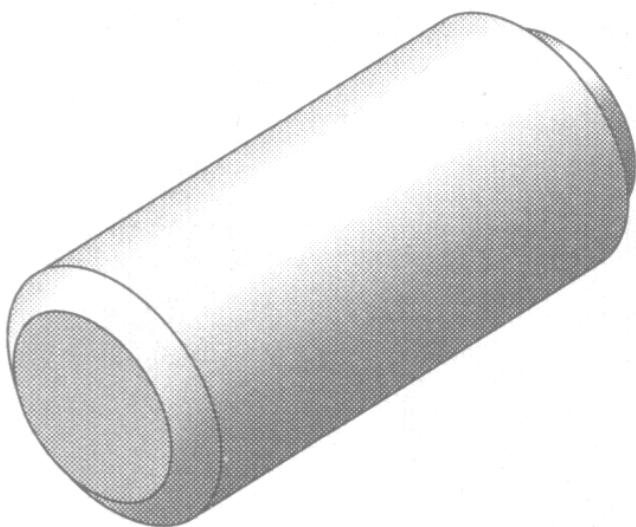

Рис. 2.4
**Вариант 2:** Размеры предмета (рис. 2.4): длина цилиндра – 6 см, диаметр – 4 см, фаски с размерами 3 мм и углом наклона  $45^\circ$ . Деталь рассекается вертикальной плоскостью, проходящей через цилиндрическую часть детали.